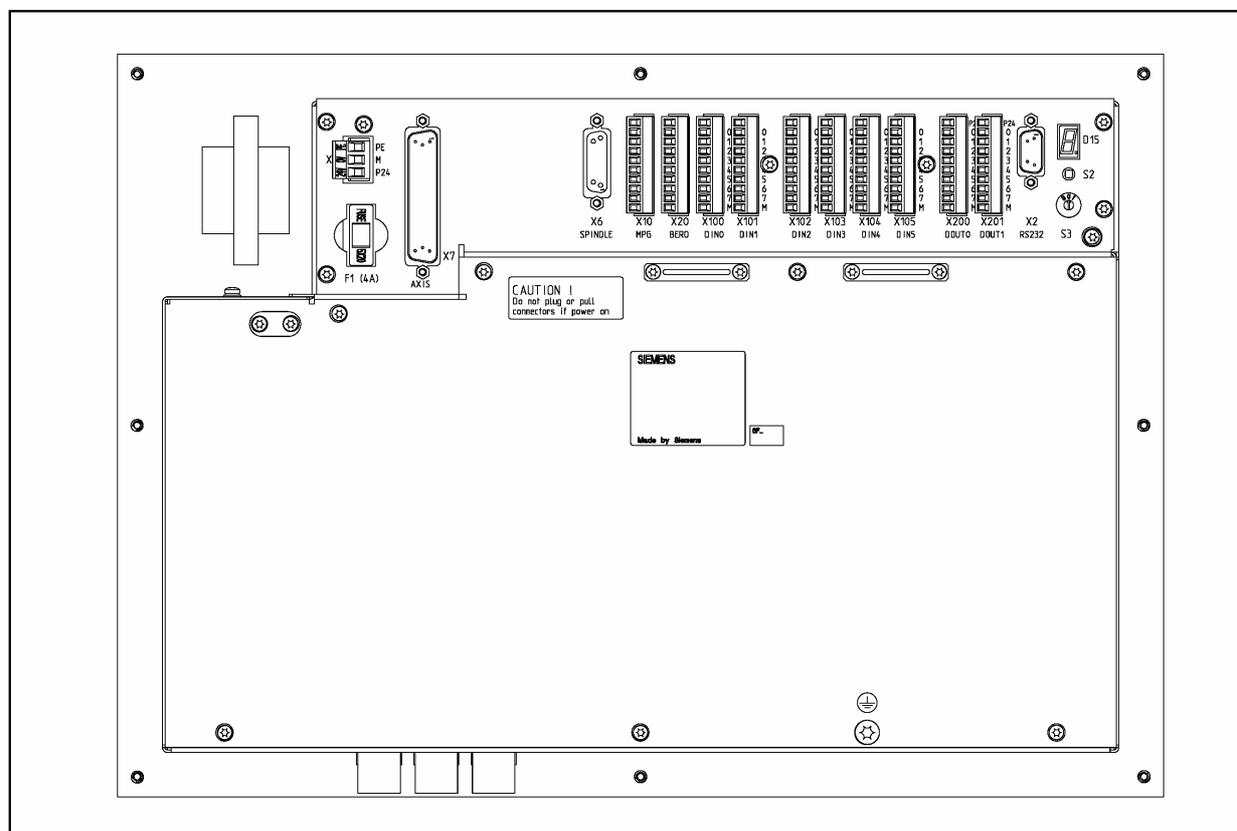

Рис. 2-3 Задняя сторона СЧПУ
1. Подключить кабель согласно рис. 2-3.